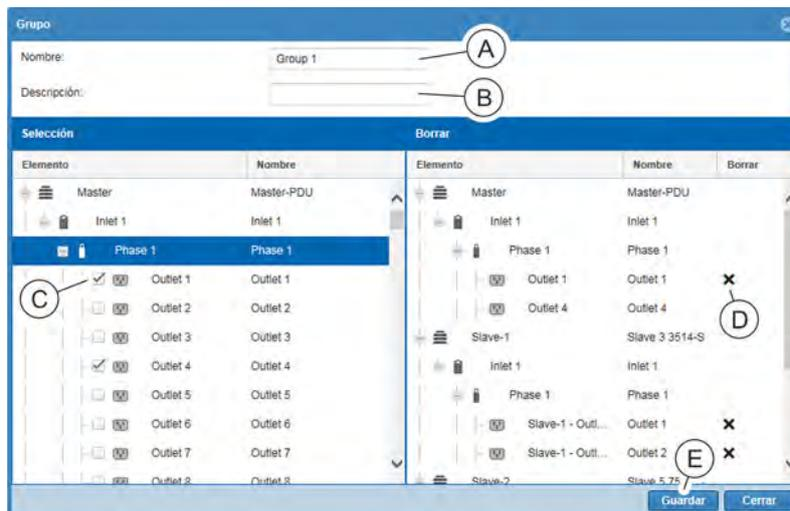

Fig. 111: Ventana "Grupo"
⇒ Se abre la ventana "Grupo" (Fig. 111).
4. En la ventana "Grupo", introduzca un nombre (Fig. 111/A) y, si es necesario, una descripción del grupo (Fig. 111/B).
5. En la columna izquierda, seleccione enchufes hembra individuales marcando la casilla de verificación correspondiente (Fig. 111/C).
6. En caso necesario, borre determinados enchufes hembra con el botón **X** (Fig. 111/D) de la columna derecha.
7. Pulse el botón "Guardar" para guardar un grupo de enchufes hembra (Fig. 111/E).